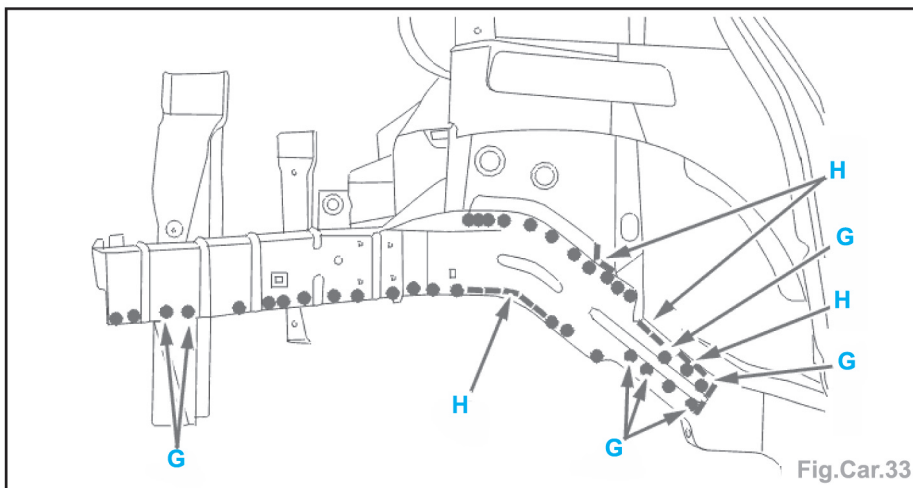

Fig.Car.33
- Souder par cordons MIG (suivant **F**), poser la fermeture de brancard (Fig.Car.33).